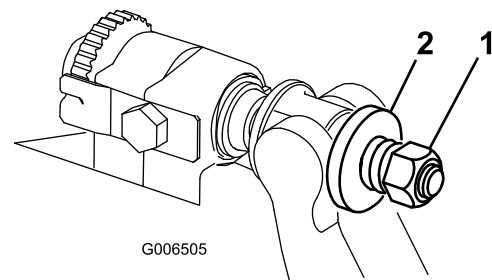

Bild 34
6. Ziehen Sie die Federspannungsmutter an, bis die Feder zusammengedrückt ist, drehen Sie sie dann um eine halbe Umdrehung heraus (**Bild 34**).